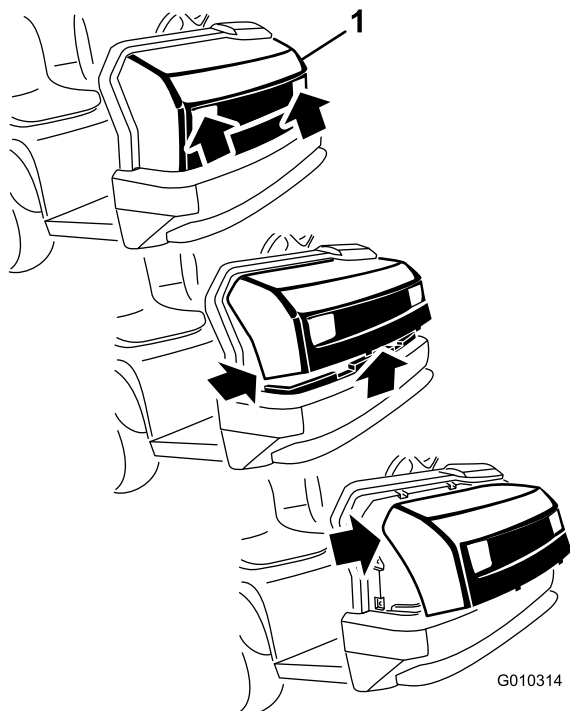

Figura 38
3. Gire hacia adelante la parte superior del capó y desenchufe los conectores de los cables de los faros (Figura 38).
1. Sujete el capó por los orificios de los faros y levántelo para poder liberar las pestañas de montaje inferiores de las ranuras del bastidor (Figura 38).
2. Gire hacia arriba la parte inferior del capó hasta que pueda retirar las pestañas de montaje superiores de las ranuras del bastidor (Figura 38).